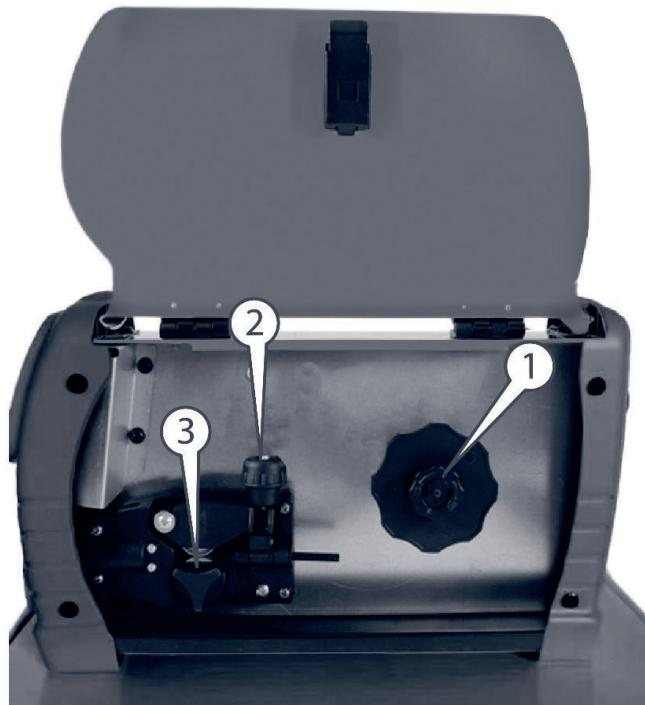

Рисунок 3. Відсік для зварювального дроту.
2. Відкрити відсік для зварювального дроту (рис. 3). У пристрої встановлено ролик подачі дроту діаметром 0,8; 0,9; 1,0 мм. Залежно від діаметра зварювального дроту, відповідним способом вставити напрямний ролик на механізм подачі дроту, для чого відкрутити накидну гайку, встановити катушку зі зварювальним дротом необхідної товщини на установчий барабан (1, рис. 3) з урахуванням того, що напрямок обертання катушки під час розмотування зварювального дроту – проти ходу годинникової стрілки та прикріпити її накидною гайкою.